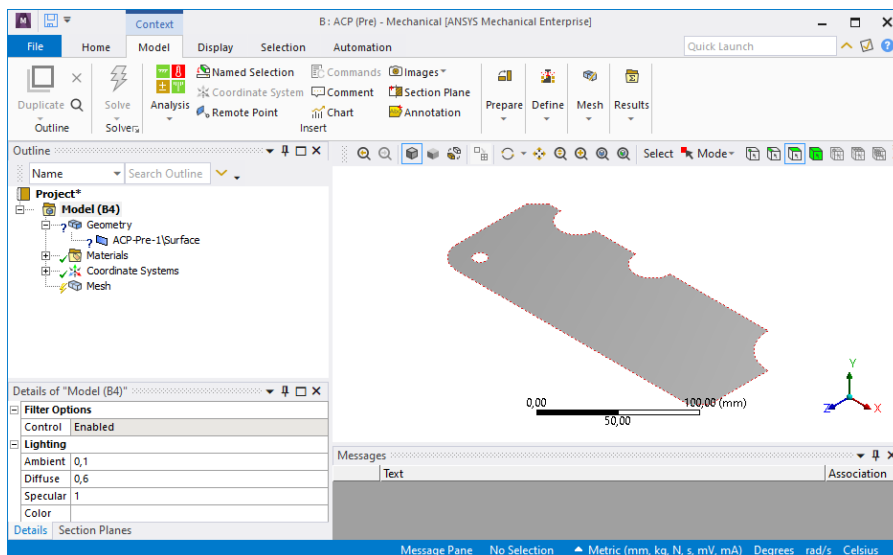

Рис. 18. Окно Model
12. В окне *ANSYS Workbench* дважды нажимаем ЛКМ на Model  Model для вызова следующего рабочего окна (рис. 18). В этом окне будет необходимо присвоить композитный материал к созданной поверхности и задать её толщину.